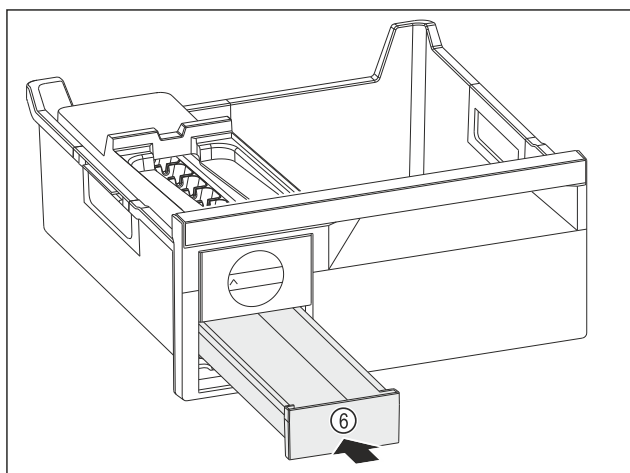

Fig. 65
- Eiskubenschubfach Fig. 65 (6) einschieben.